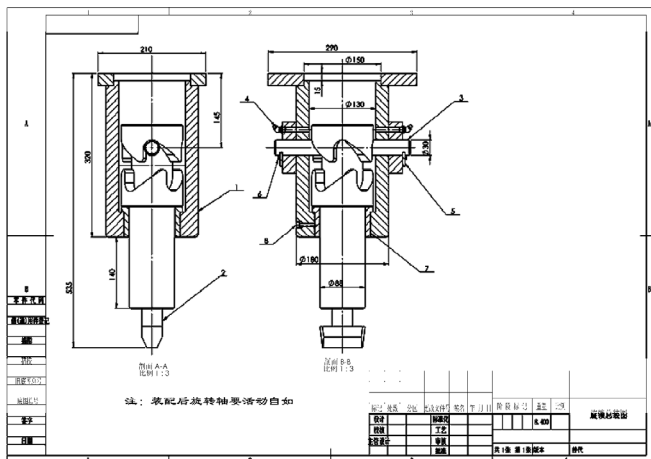

图 7-126 标准零件序号
STEP 9 单击“注释”工具栏中的“零件序号”按钮，选择旋锁的各组成部分，为其标注序号，如图 7-126 所示。